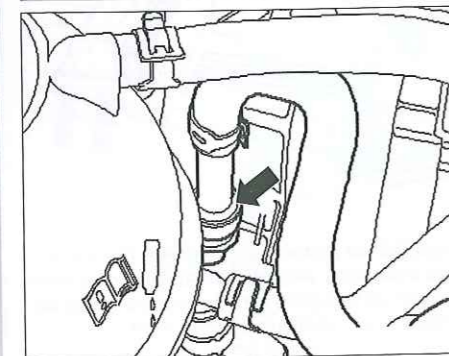

Fig. 30
- Desconectar la conducción de alimentación de combustible (Fig.30).